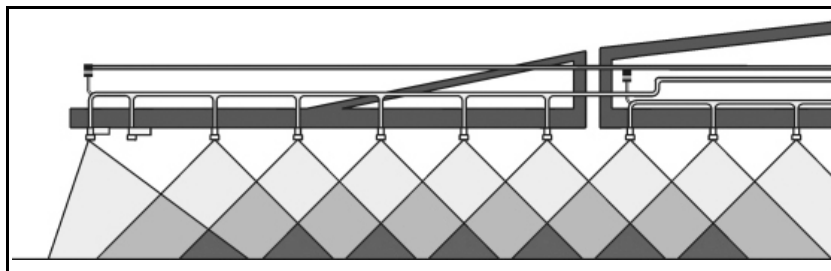

图 102
两个超声波传感器 (图 102/1) 测量到地面或作物的距离。如果一侧偏离了所需高度，DistanceControl 控制斜度调节器以调节高度。如果地形呈两端上升态势，高度调节器会抬高整个喷杆。
- 参见 图 102。